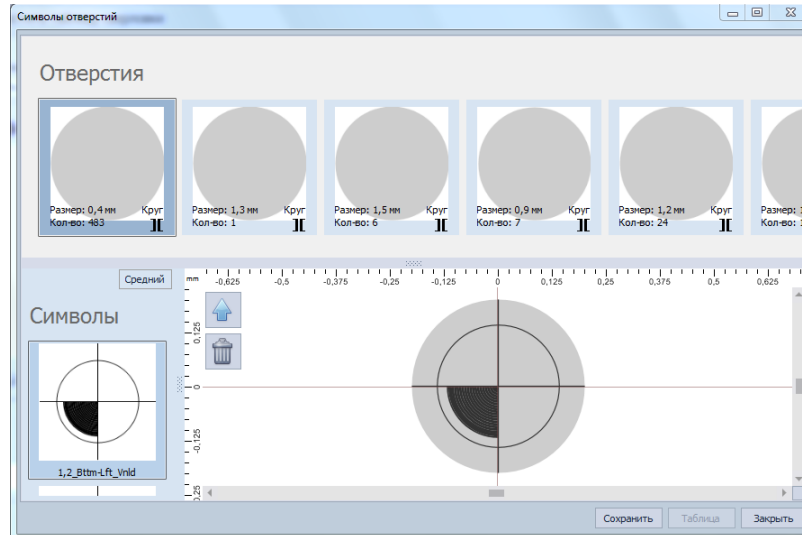

Рис. 72 Настройки отверстия
2. В открывшемся окне , см. Рис. 72.